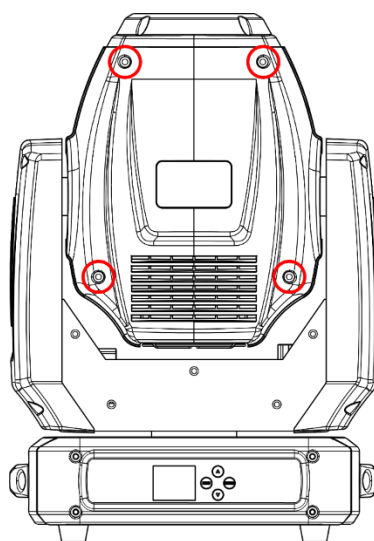

Abb. 07
- 03) Entfernen Sie die Lampenabdeckung, indem Sie die 4 Schrauben lösen (siehe Abb. 07).